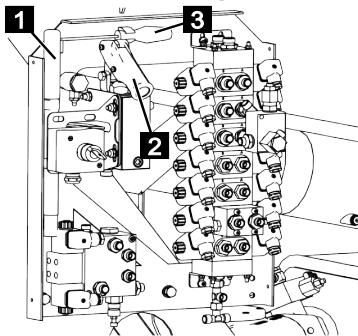

Fig. 118
6. Visser le levier de la pompe manuelle (Fig.118/1) sur la pompe manuelle (Fig.118/2).
7. Actionner la vanne souhaitée en appuyant fortement dessus avec le levier de commande (Fig.118/3) et pomper simultanément avec la pompe manuelle jusqu'à ce que le composant sélectionné ait atteint la position souhaitée.